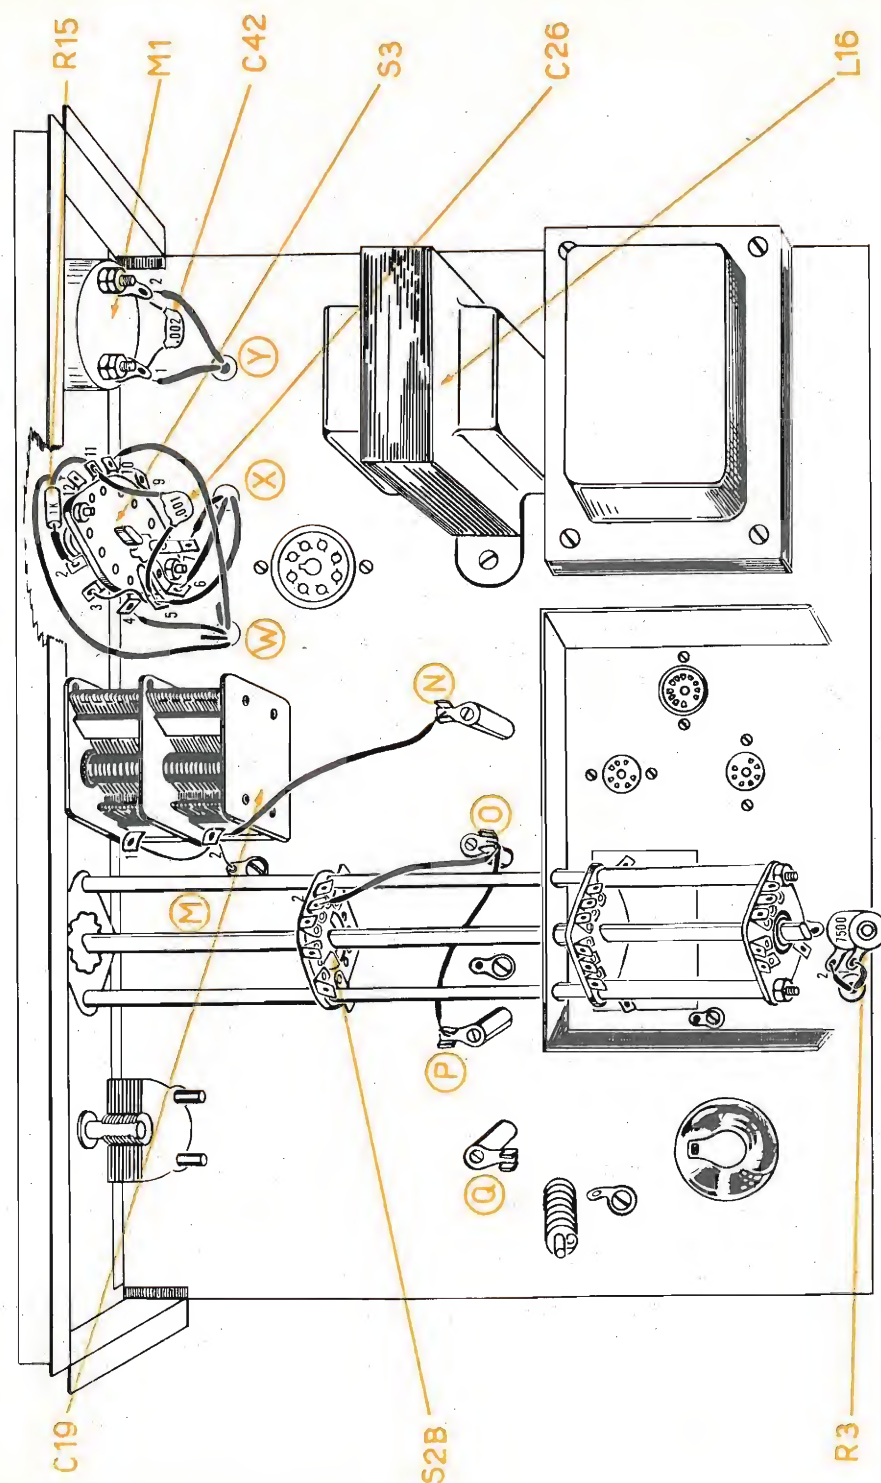

Fig. 3 - Precablaggio dello chassis.
- 7 - Sui 4 fori restanti fissare le quattro colonnine ceramiche da 2,5 cm. mediante viti da 8/32 inserite da sotto il telaio. Con 2 delle stesse bloccare, come da figura, altrettanti ferma cavi metallici. Non stringere eccessivamente le colonnine a scampo di frattura della ceramica. Sulle colonnine bloccare i capi-filo porta-bobine con viti da 8/32, come appare da fig. 2. La prima colonnina a sinistra porta due capi filo, l'uno in avanti, l'altro indietro, come a fig. 3.
Precablaggio dello chassis (fig. 3)